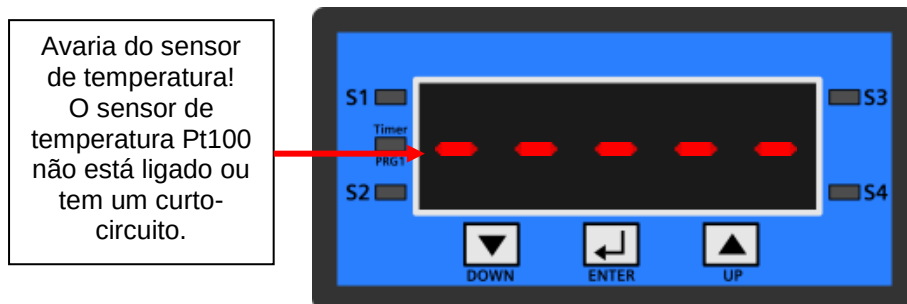

Fig. 6.3.1-1 Função dos botões e dos sinais luminosos na unidade de controlo
6.3.1 Descrição da unidade de controlo UZJ3-P, ver Fig. 6.3.1-1